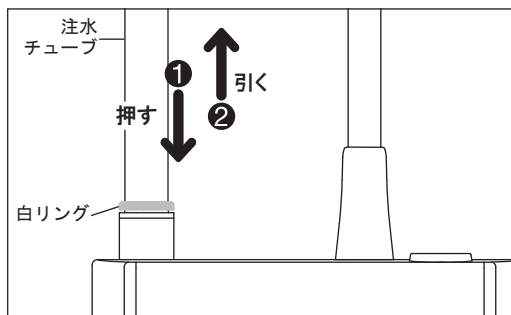

図 2
- 2) 注水チューブは白リングを押しながら引き抜いてください。(図 2)